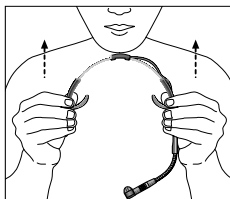

Abb. 3: Nackenbügel
2. Setzen Sie den Nackenbügel wie in Abb. 3 bis 5 gezeigt auf.